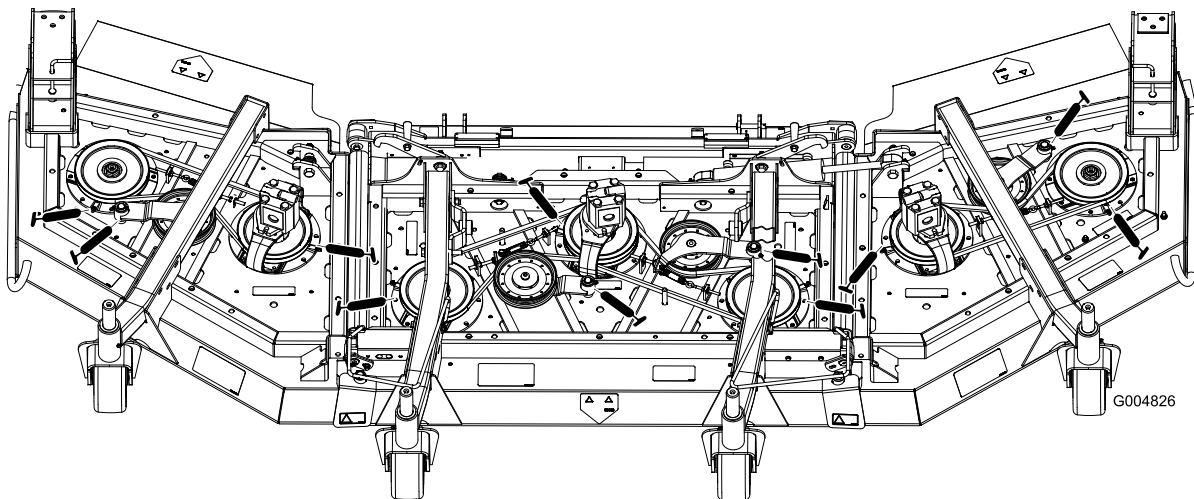

Bild 45
- Spindelwellenlager (3) (Bild 45)
- Spannarm-Drehbüchsen (2) (Bild 45)